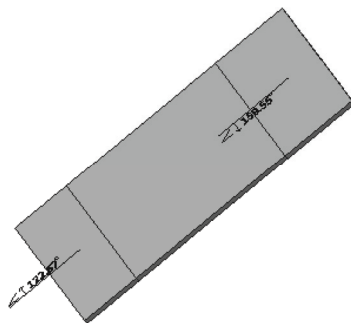

图 13-58 展开折弯零件
STEP 05 单击“完成”按钮，即可展开折弯零件，效果如图 13-58 所示。